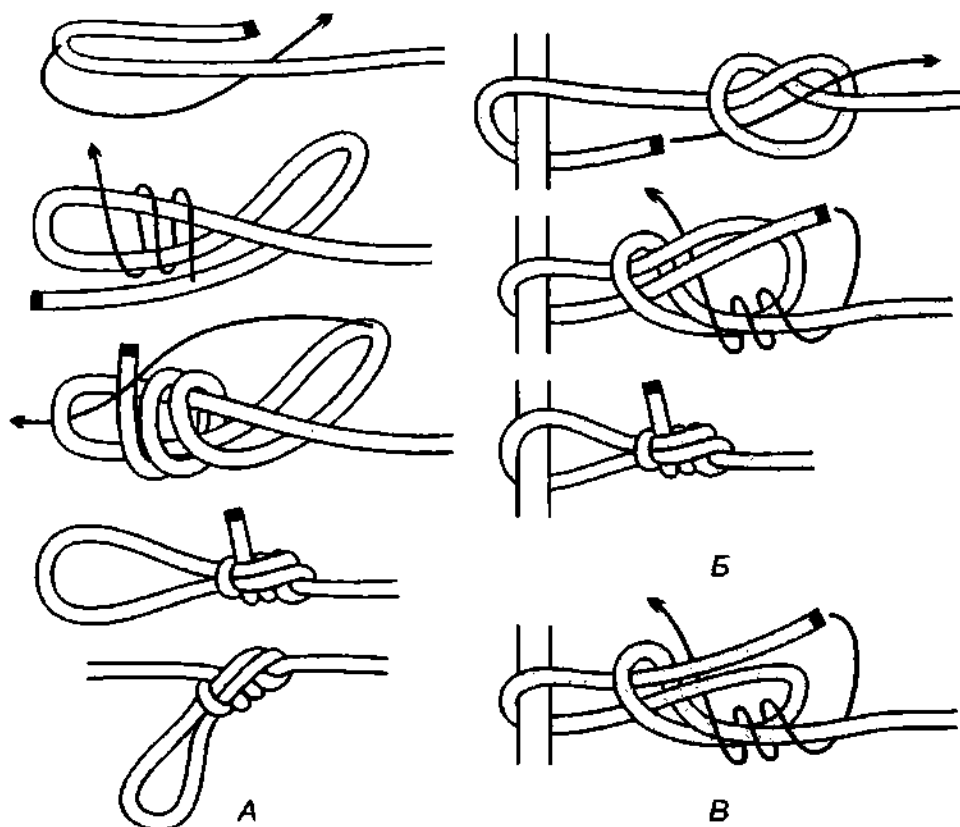

Рис. 176. *Русский булинь*, связанный с двумя шлагами. А – 1-й способ вязки; Б – 2-й способ вязки; В – вариант завязывания *русского булиня* на опоре.
**Русский булинь** туго затягивается, поэтому лучше вязать его со шлагами, которые не только повышают безопасность и крепость узла, но и дают возможность очень легко и быстро его развязывать (рис. 176). Шлагов может быть от одного до восьми и более. **Русский булинь** быстро вяжется на середине длинного троса и может быть завязан на замкнутой опоре. Узел хорош ещё и тем, что петлю можно в любой момент легко и быстро отрегулировать, как бы ни был сильно затянут узел.